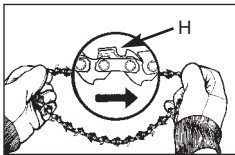

рис. 3F
5. Растяните цепь в виде петли, чтобы режущие кромки (А) указывали в направлении ЧАСОВОЙ СТРЕЛКИ (рис. 3F).